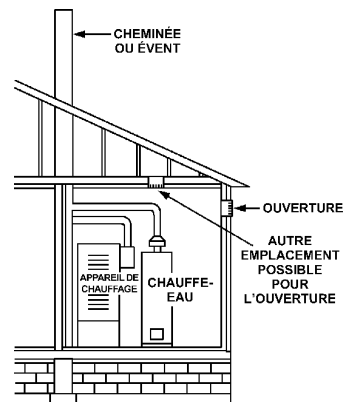

FIGURE 9A
5. Il est aussi possible d'utiliser une ouverture permanente unique dans le cas d'une communication directe avec l'extérieur ou d'un endroit communiquant librement avec l'extérieur. Elle doit comporter une surface libre d'au moins 1 po² par 3 000 Btu/h (8,3 cm²/kW) de débit calorifique nominal total de tous les appareils se trouvant dans l'enceinte (fig. 9A).